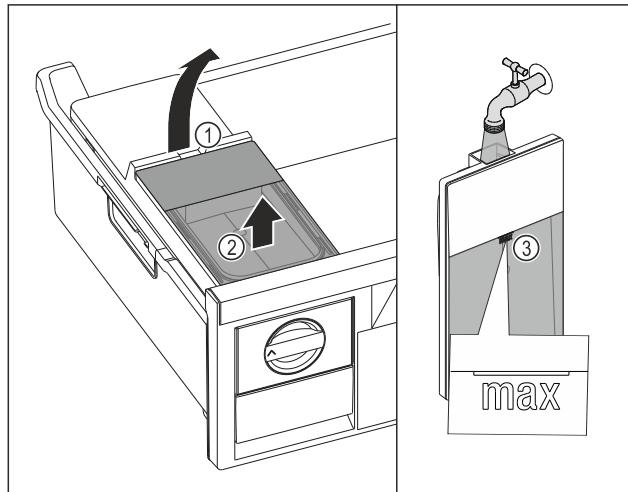

Fig. 124
- Підняти бак для води за заглиблення Fig. 124 (1).
- Вийняти бак для води рухом вгору. Fig. 124 (2)
- Наповнити бак для води питною водою до позначки Fig. 124 (3).